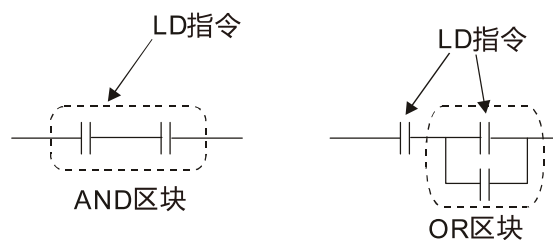

图 16-30
1. **LD (LDI) 命令**：一区块的起始给予 LD 或 LDI 的命令。如下图 16-30 所示：